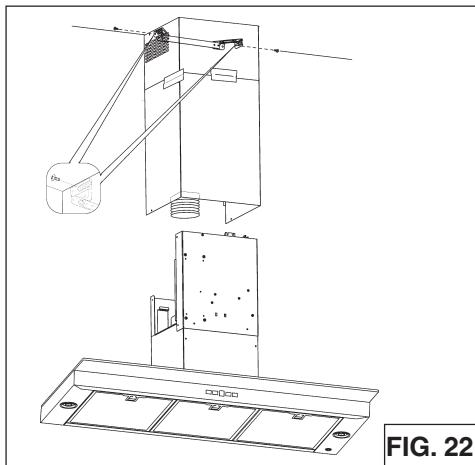

FIG. 22
7. Levante el tubo de humos en su posición por arriba de la campana. Asegure el tubo de humos superior al soporte de montaje del tubo con (2) tornillos de 3.9 x 6 mm (Fig. 22).